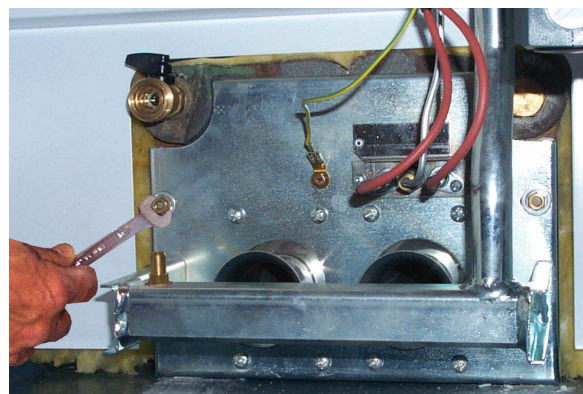

fig. 8
5. Развинтите две гайки крепления дверцы камеры сгорания к чугунным элементам корпуса котла (рис. 8)